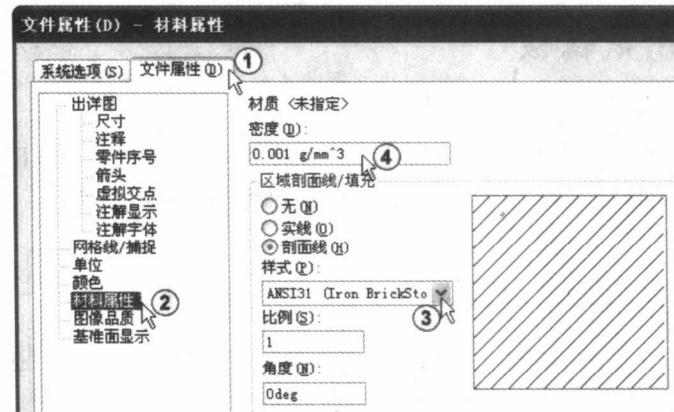

图 1-3 “文件属性—材料属性”对话框
(5) 单击菜单“工具”→“选项”→“文件属性”→“材料属性”，弹出“文件属性-材料属性”对话框，在其中选择剖面线样式，并获得密度值，如图 1-3 所示。